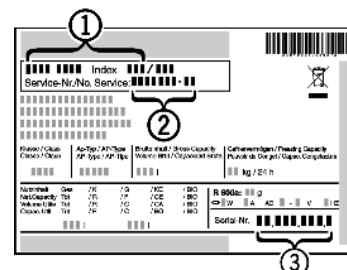

Fig. 24
- ▶ Denominación del aparato *Fig. 24 (1)*, nº del servicio técnico *Fig. 24 (2)* y nº de serie *Fig. 24 (3)* en la placa de identificación. La placa de identificación se encuentra en la parte interior izquierda del aparato.
- ▶ Informe al servicio postventa e indique el fallo, la denominación del aparato *Fig. 24 (1)*, el nº del servicio técnico *Fig. 24 (2)* y el nº de serie *Fig. 24 (3)*.